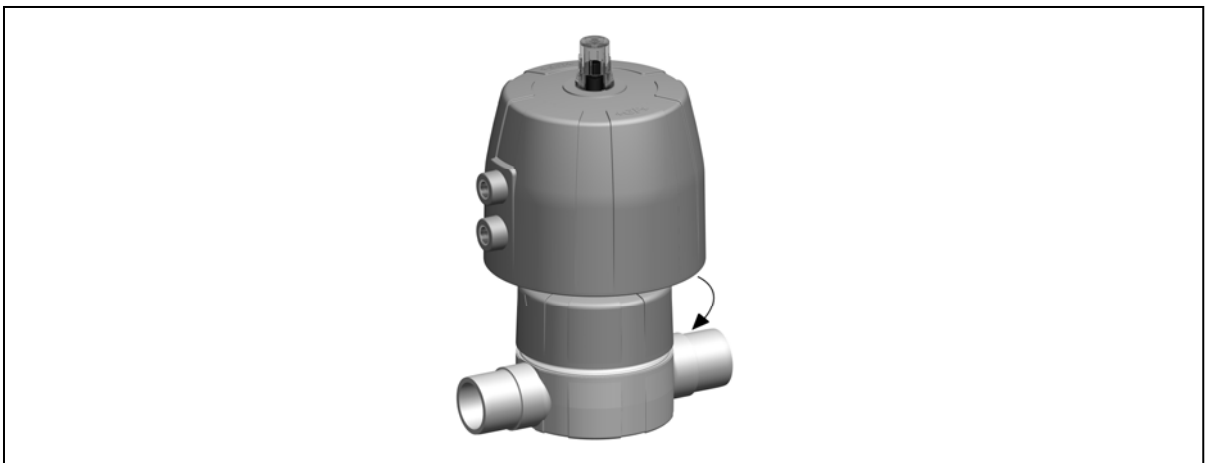

Fig. 15
- Placer le servomécanisme sur le corps de robinet et serrer l'écrou du boîtier à la main, voir Fig. 15